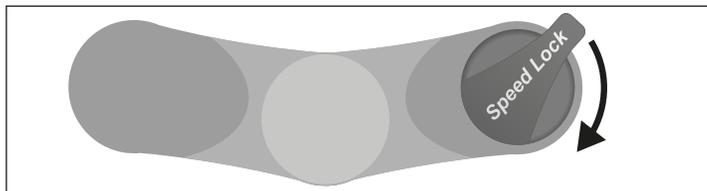
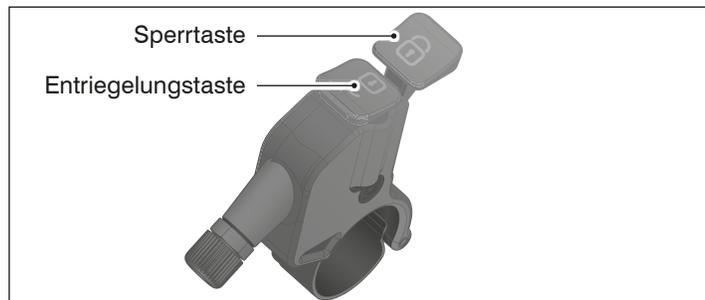

Abb.: B-6 Lock-Out-Bedienung auf der Federgabel (Draufsicht, exemplarisch).
Abb.: B-7 Lock-Out-Fernbedienung am Lenker.
- Vergleichen Sie, mit welcher Bedienung Ihre Federgabel ausgestattet ist (siehe *Abb.: B-6* und *Abb.: B-7*).
- Um die Federgabel zu sperren, drehen Sie den Drehknopf um 90° im Uhrzeigersinn (siehe *Abb.: B-6*).
- Um die Federgabel zu sperren, drücken Sie die Sperrtaste bis zum Anschlag (siehe *Abb.: B-7*).